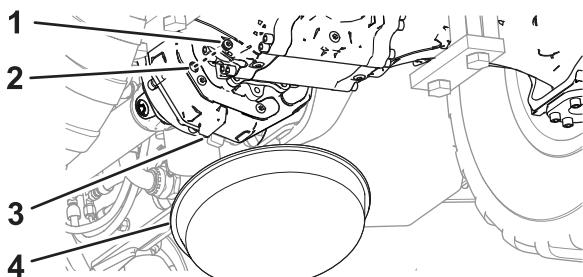

Figure 72
1. Placez un bac de vidange sous l'arrière du carter de boîte de vitesses (Figure 72).
2. Enlevez le bouchon du regard de la boîte de vitesses (Figure 72).
3. Vérifiez par le regard que le niveau d'huile dans la boîte de vitesses atteint le bas du filetage de l'orifice (Figure 72).
6. Placez le bouchon dans le regard du carter de boîte de vitesses (Figure 72).